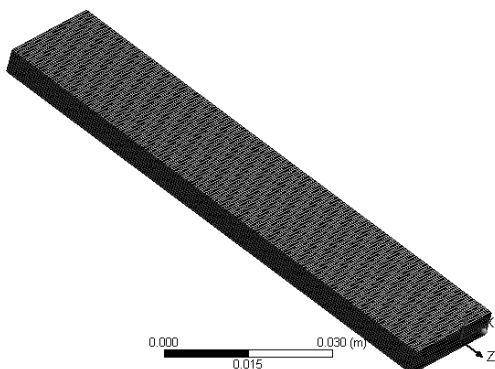

图 4-41 网格效果
Step2：在 Outlines（分析树）中的 Mesh 选项单击鼠标右键，在弹出的快捷菜单中选择  Generate Mesh 命令，最终的网格效果如图 4-41 所示。